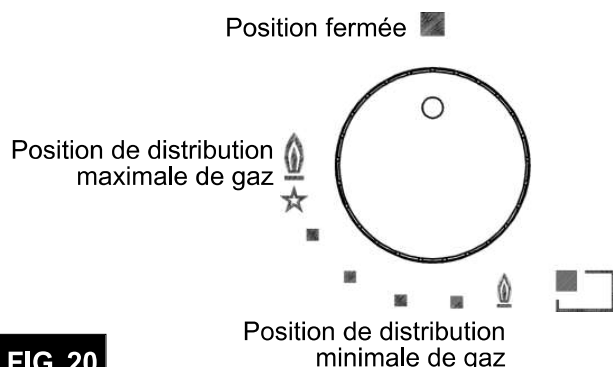

FIG. 20
Enfoncer et tourner dans le sens inverse des aiguilles d'une montre le bouton correspondant au brûleur à utiliser, l'amener sur la position Maximum (grande flamme fig. 20) puis enfoncer le bouton à fond.
Avec les brûleurs dotés d'un thermocouple de sécurité, il faut tourner dans le sens inverse des aiguilles d'une montre le bouton correspondant au brûleur à utiliser, l'amener sur la position Maximum (grande flamme fig. 20) jusqu'à entendre un léger déclic puis enfoncer le bouton et répéter les opérations indiquées précédemment.
- Lorsque l'ébullition a été atteinte, amener le bouton sur la position Minimum (petite flamme fig. 20).
- on ne peut procéder à l'allumage des brûleurs dotés d'un thermocouple de sécurité que lorsque le bouton est sur la position Maximum (grande flamme fig. 20).